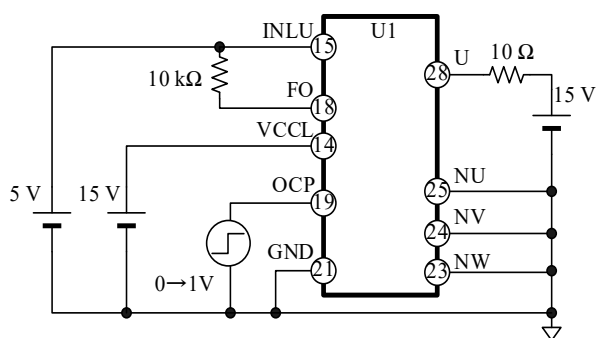
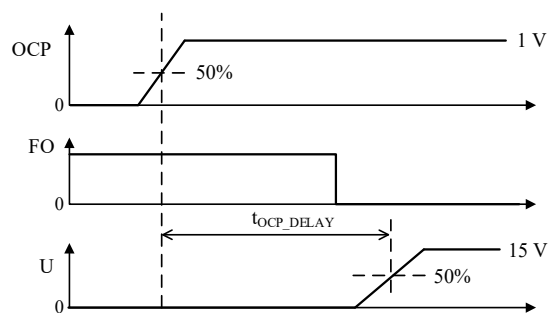

図 4-1 OCP 端子検出遅延時間の測定回路
図 4-2 OCP 端子検出遅延時間の定義
(1) 出荷検査は $C_{CFO} = 0.01\text{ }\mu\text{F}$ の条件のみ実施。
(2) OCP 端子検出遅延時間の測定回路は図 4-1 参照（記載のない端子はすべてオープン）。OCP 端子検出遅延時間の定義は図 4-2 のとおり。